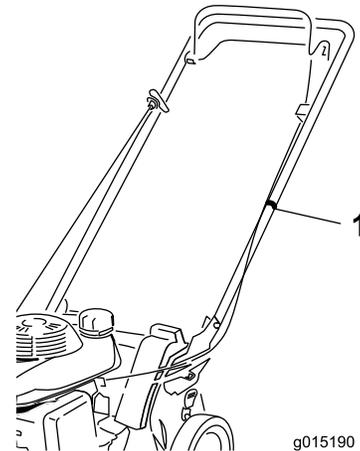

Figure 8
6. Attachez les câbles au guidon (Figure 8) avec le serre-câble pris dans les pièces détachées.